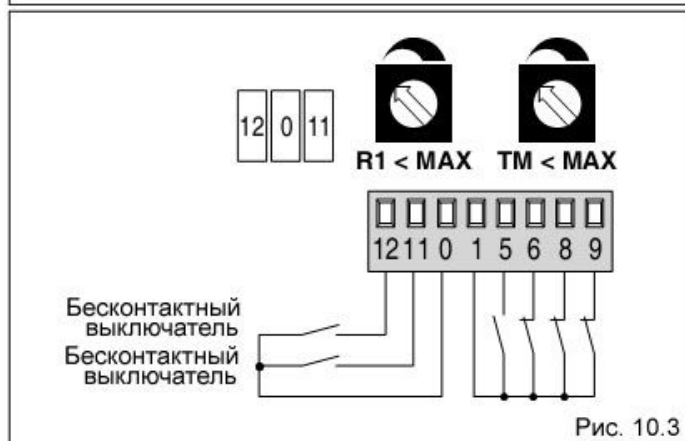

Рис. 10.3
- Створка останавливается у механических упоров, а при обнаружении препятствия включается реверс (Рис. 10.3).